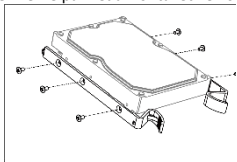

Figure 1-7 Fixez le support de montage
Step 1 Fixez les supports de montage au disque dur avec des vis. Reportez-vous à Figure 1-7.